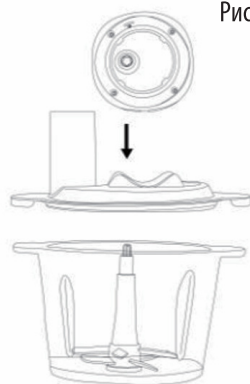

Рис. 4
2. Добавьте зубчики чеснока. Накройте крышку и выровняйте её положение. Совместите ротор из нержавеющей стали на основании двигателя с положением вала ножа и установите его на крышку, убедившись, что он полностью установлен и надёжно закреплён (Рис.4).